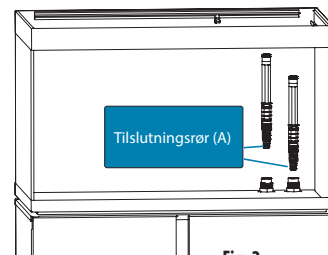

Fig. 2
2. Før tilslutningsrøret (A) helt igennem åbningen (O) indtil det er i bund (fig. 2).
3. Åbn akvarieskabet. Skru og stram ringmøtrikken (R) på den nederste ende af røret (A)
4. Sæt udgangsdysen (N) i den ene ende af udgangsrøret (B).
5. Placer udgangsrøret (B) på tilslutningsrøret (A).
6. Justér højden på udgangsdyserne efter behov, ved at skubbe udgangsrøret (B) langs tilslutningsrøret (A).
7. Udgangsdyserne (N) kan let drejes for at aflede vandstrømmen i den retning der ønskes.
2. Før det andet tilslutningsrør (A) helt igennem åbningen (I) indtil det er i bund (fig. 2).